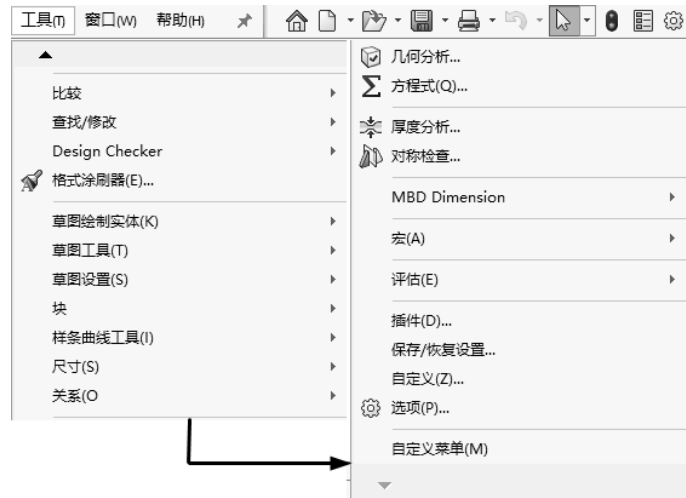

图 1-11 【工具】菜单
(5) 【工具】菜单提供 SOLIDWORKS 分析模型几乎所有的命令，包括【尺寸】【关系】【几何分析】【评估】等一系列功能，单击【工具】菜单，显示如图 1-11 所示。